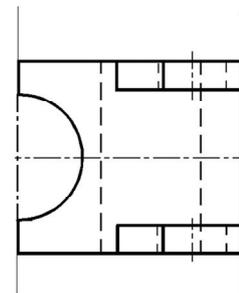

Рис. 4.6
- Построить вид сверху (пример на рис. 4.6). Расположение видов (относительно формата чертежа) на данном этапе не имеет особого значения, так как после окончания построений всех видов их можно скорректировать с помощью команды **Сдвиг**.